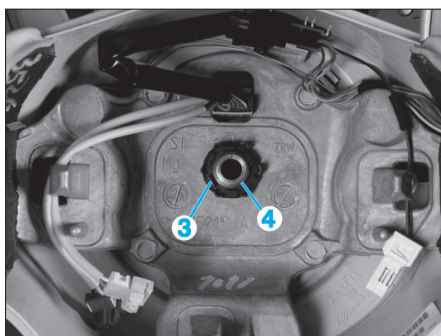

Fig. 2
- Déposer le cache écrou (2).
- Ouvrir les pattes de fixation (3) et dévisser l'écrou de fixation du volant (4) (Fig.2).